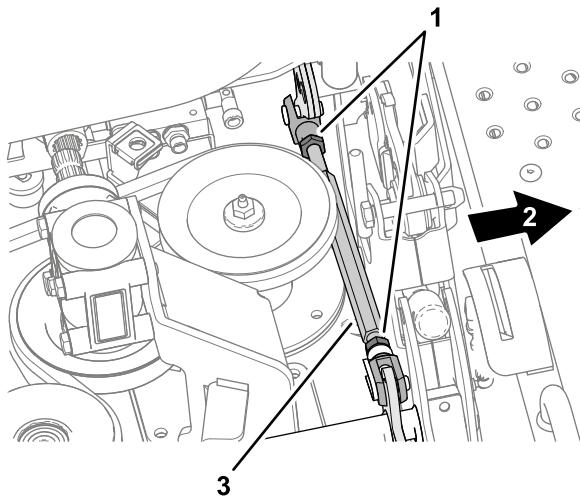
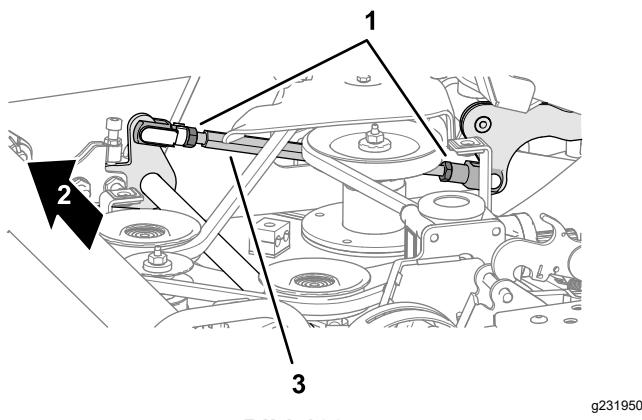

Bild 128
Bild 129
- B. Lösen Sie die Klemmmuttern für den Einsteller der Mähwerkneigung (Bild 128 und Bild 129) an jeder Seite des Mähwerks.